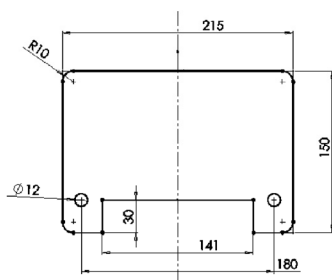

图 2-114 绘制并镜像圆
STEP 4 首先单击“草图”工具栏中的“圆”按钮，在与下部缺口水平线水平的位置绘制一直径为 12mm 的圆，然后单击“草图”工具栏中的“镜像”按钮，选择“圆”后，再选择中心线为“镜像点”，镜像出一个圆，如图 2-114 所示。